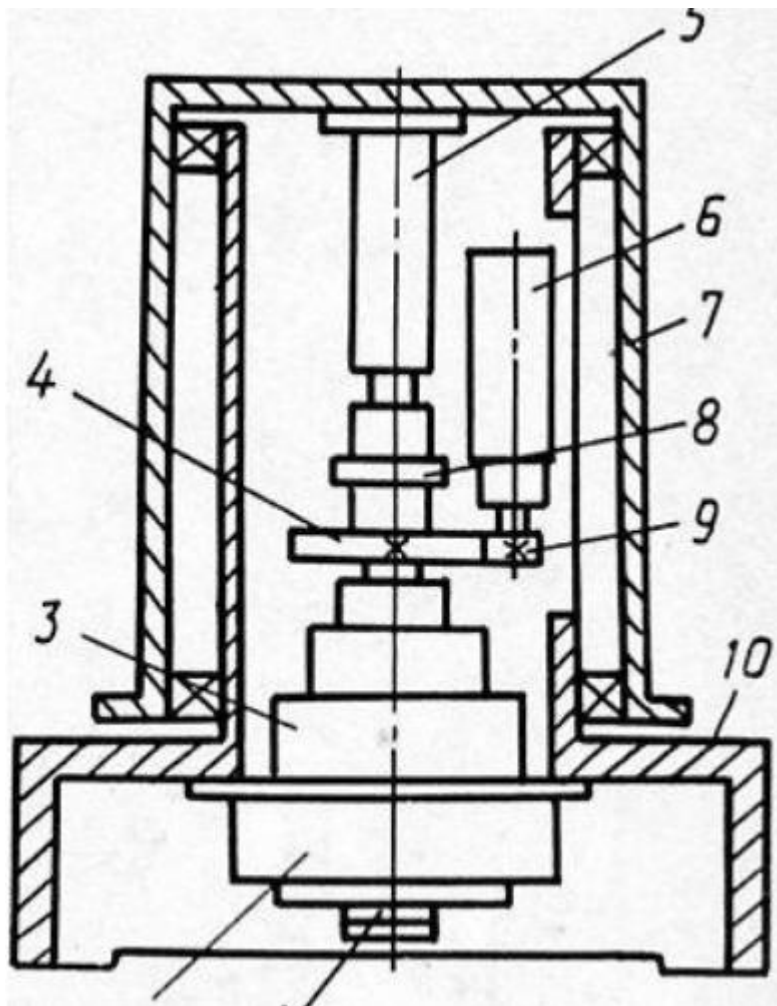

Рисунок 2 – Механизм поворота
Механизм поворота манипулятора (рисунок 2) обеспечивает поворот механической руки на 340° . Он содержит неподвижное основание (10). Механическая рука предназначена для перемещения захватного устройства в вертикальной плоскости по четырем степеням подвижности. Звенья руки последовательно соединены друг с другом. В качестве приводов звеньев манипулятора используют мотор-редуктор, содержащий двигатель (2)